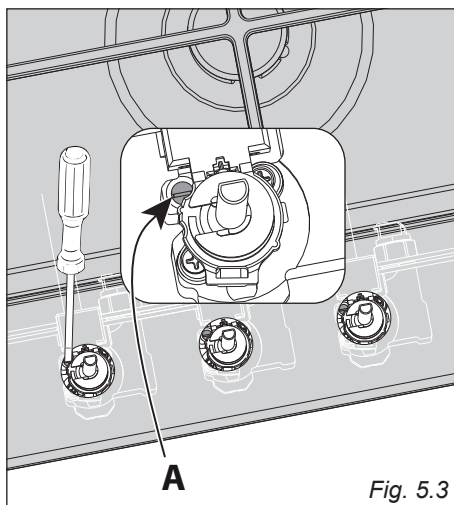

Fig. 5.3
- Med en flat skrutrekker dreies skruen "A" inntil flammen har en korrekt lengde (Fig. 5.3).